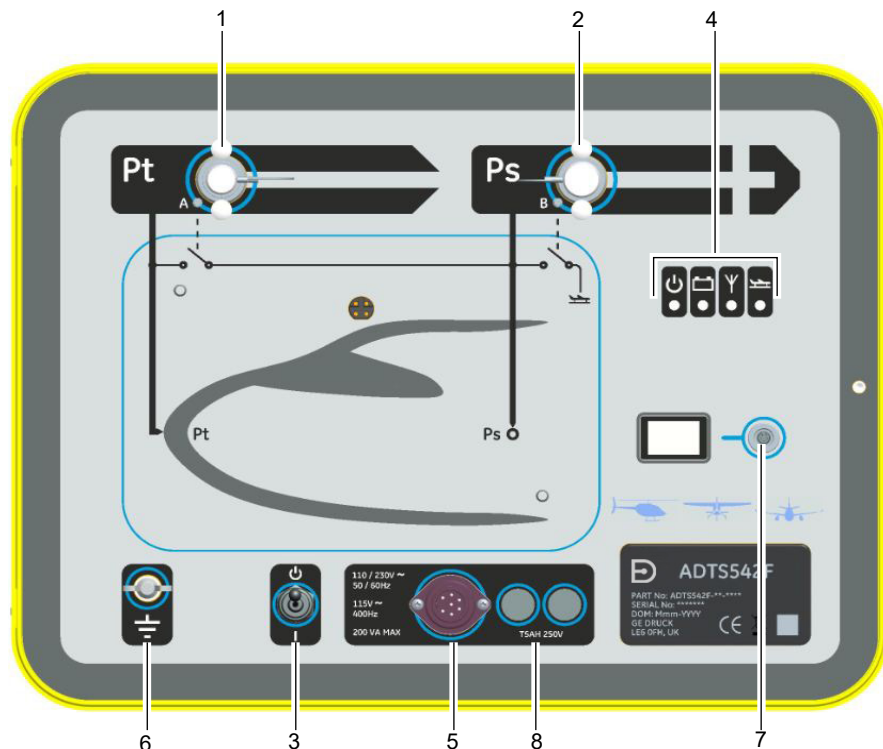

Figura 6: Painel frontal ADTS542F
Os dois fusíveis de Alta Capacidade de Corte (8) (consulte a Figura 6), localizados nos dois suportes e montados no painel frontal, protegem a unidade. Os fusíveis são conectados no circuito de alimentação com tensão e neutro e são classificados em: T5AH 250V.
3.1 Teste Liga/Desliga (veja Figura 6)